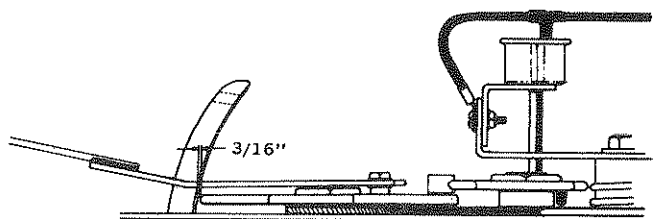

Fig. 21
1. Utiliser le contrôle manuel afin de faire avancer les lieurs jusqu'à ce que la pointe du doigt passe devant l'arrête intérieure de l'aiguille. L'écartement entre celle-ci et la pointe du doigt doit être de $\frac{3}{16}$ " (4,8 mm), Fig. 21.